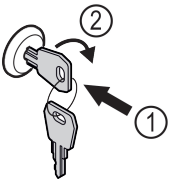

Fig. 103
- ▶ Insérer la clé Fig. 103 (1).
- ▶ Tourner la clé à 90° dans le sens horaire Fig. 103 (2).